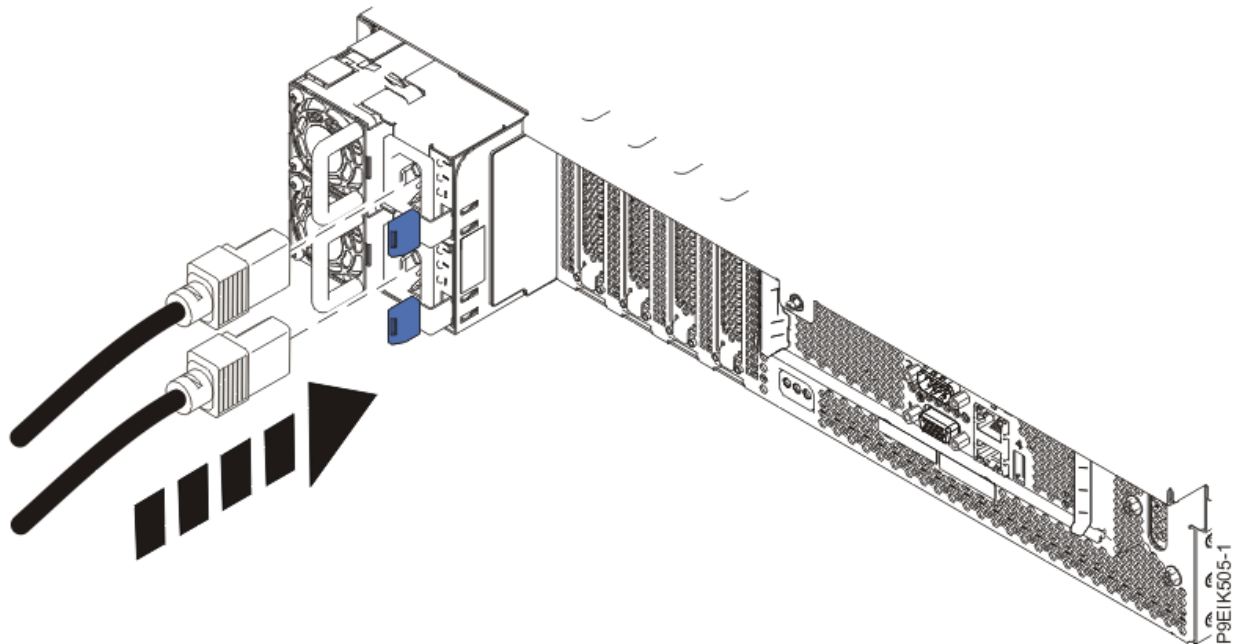

Figura 109. Conexión de los cables de alimentación al sistema
2. Utilizando las etiquetas, vuelva a conectar los cables de alimentación a la unidad del sistema como se muestra en la Figura 109 en la página 140.